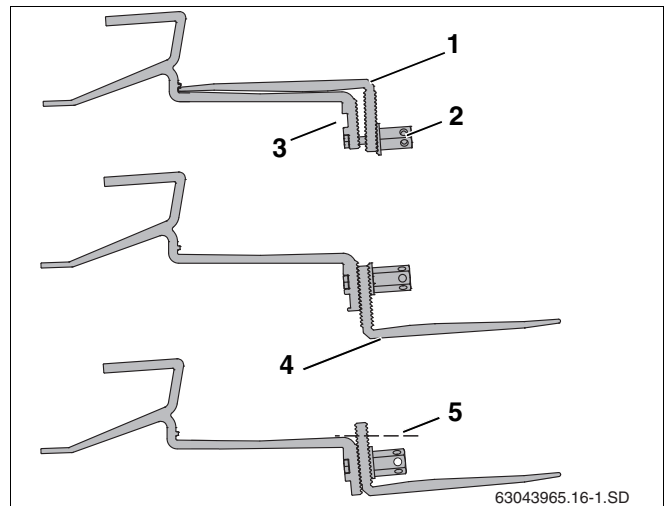

Рис. 14 Крепление кровельных крюков к стропилам
Для некоторых покрытий может понадобиться подложить под нижнюю часть кровельного крюка (рис. 14, **поз. 4**) доску или брус для того, чтобы кровельный крюк прилегал сверху к черепице.
- ▶ Отверните гайку (рис. 14, **поз. 2**).
- ▶ Вставьте винт в верхнее отверстие (рис. 14, **поз. 3**).
- ▶ Свободно закрепите нижнюю часть кровельного крюка (рис. 14, **поз. 1**). Пока только слегка затяните соединение.